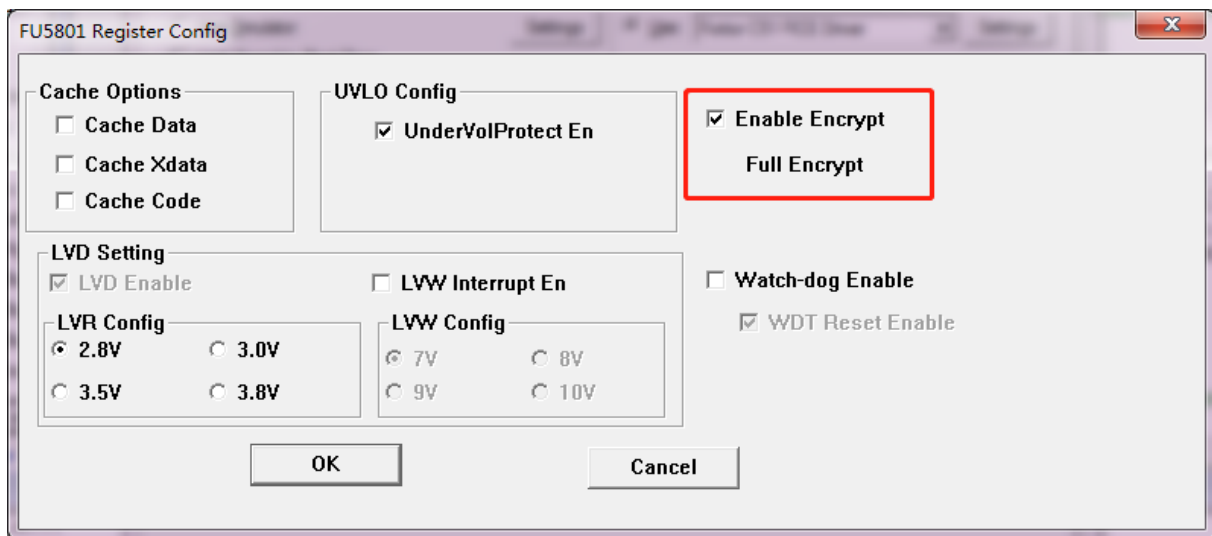

图 25-2 代码保护 全保护模式
2. 按照图 25-2 所示进行选择并设置，点击 OK。然后编译工程并下载，得到 BIN 文件并烧录到 Flash 后即可达到代码保护的效果。